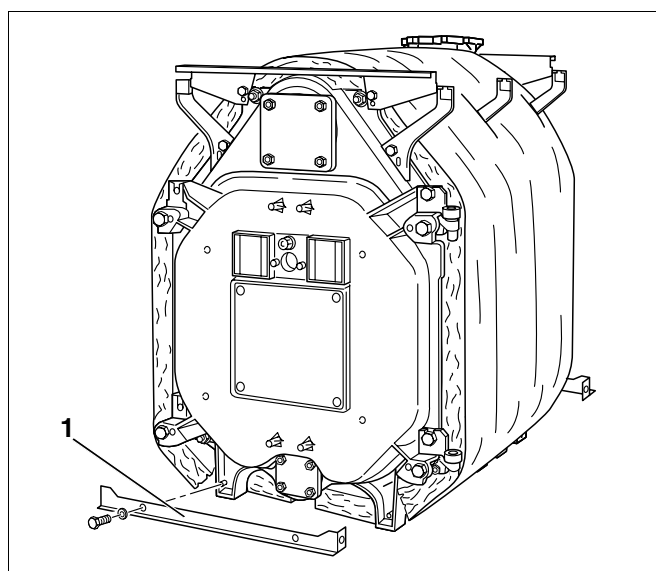

Fig. 42 Montage - Traverses transversales inférieures
- Visser les traverses transversales en bas à l'avant (fig. 42, pos. 1) et à l'arrière avec des vis à tête hexagonale sur les pieds des éléments de chaudière. Les bords repliés de ces traverses doivent être orientés vers l'extérieur.